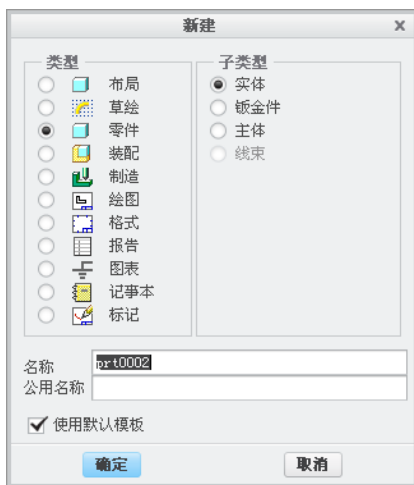

图 1-4 新建零件
- (1) 执行命令。单击快速访问工具栏中的“新建”按钮 , 执行新建文件命令。
- (2) 选择文件类型。系统打开“新建”对话框，如图 1-4 所示。默认的“类型”为“零件”，在“子类型”中可以选择“实体”、“线束”、“钣金件”和“主体”，默认为“实体”。